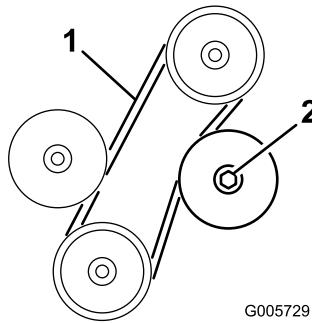

Figure 65
3. La courroie doit présenter une flèche de 6 mm quand une force de 22 N est exercée à mi-chemin entre les poulies (Figure 65). Si la flèche n'est pas correcte, passez à l'étape 4. Si tout est en ordre, passez à l'étape 5.
4. Desserrez le contre-écrou de fixation de la poulie de tension réglable (Figure 65). Poussez la poulie de tension contre la courroie jusqu'à ce qu'elle soit tendue correctement, puis serrez le contre-écrou de la poulie de tension (Figure 65).
- Desserrez le contre-écrou de fixation de la poulie de tension réglable, éloignez la poulie de la courroie et déchaussez la courroie des poulies (Figure 65).
- Installez une courroie neuve et tendez-la correctement. Poussez la poulie de tension contre la courroie jusqu'à ce que vous obteniez une flèche de 6 mm quand vous exercez une force de 22 N à mi-course entre la poulie supérieure et la poulie de renvoi fixe. Resserrez le contre-écrou de la poulie de tension pour fixer le réglage (Figure 65).